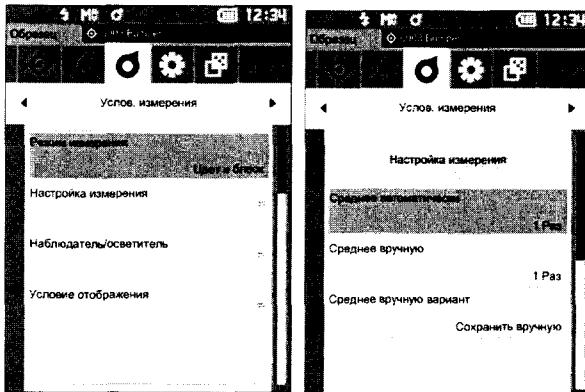

Рисунок 20
8.2.4.2 Выберете пункт «Настройка измерения» клавишами «▲» или «▼», затем нажмите клавишу «Подтверждение». Откроется экран «Настройка измерения». Затем выберете пункт «Среднее автоматически» (рисунок 20), нажмите клавишу «Подтверждение» и задайте клавишами «▲» или «▼» значение количества измерений «5», выполняя при автоматическом усреднении. Нажмите на клавишу «Подтверждение» и выполнится возврат к экрану «Настройка измерения».